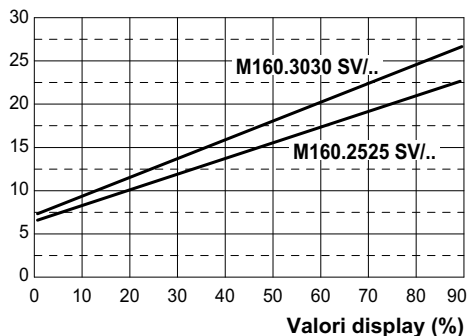

Figura 7.9
Il grafico in Figura 7.9 rappresenta come varia la potenza utile della caldaia in riscaldamento al variare del valore impostato nella scheda comando.
- Utilizzando i tasti 17o 18(Figura 7.10) è possibile modificare il valore del parametro 12 (riferirsi al grafico Figura 7.9 per determinare il valore corretto in funzione della potenza utile di riscaldamento).